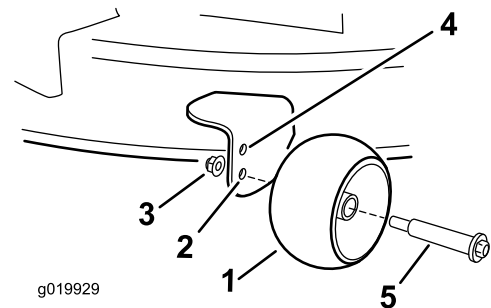

Figure 32
- Trou supérieur – utilisez cette position avec le plateau de coupe à une hauteur de coupe inférieure ou égale à 63 mm (Figure 32).
- Trou inférieur – utilisez cette position avec le plateau de coupe à une hauteur de coupe égale ou supérieure à 76 mm (Figure 32).